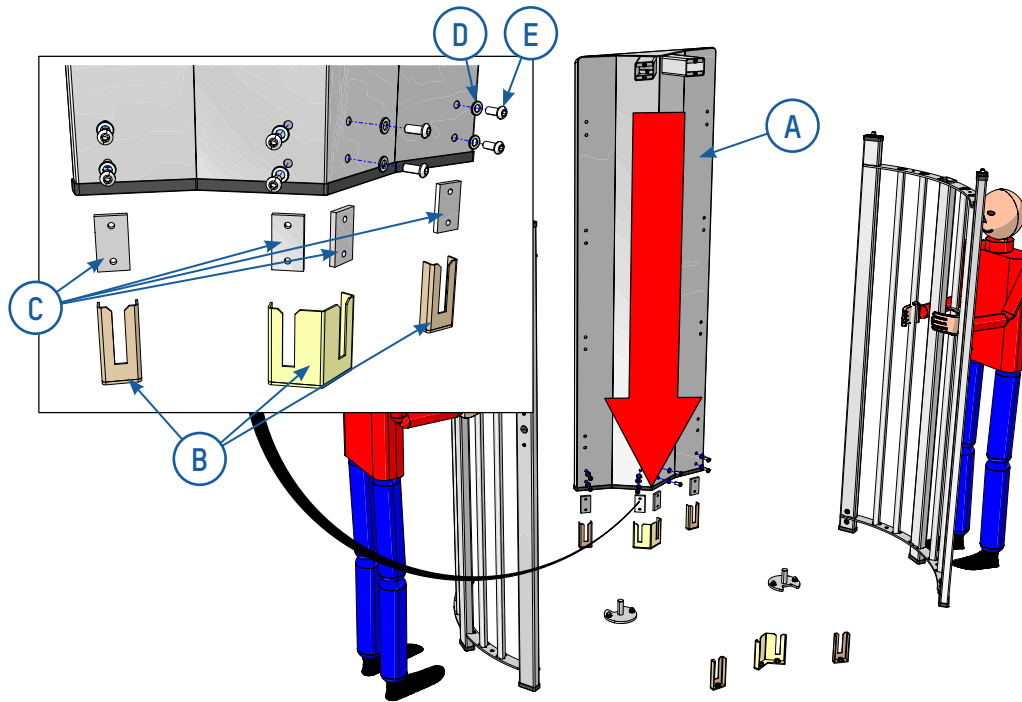

Fig. 20
Ta sedan bort mittsektionen (A) från motsvarande fästskenor (B) och håll den på plats, utan att dra åt, med hjälp av monteringsfästen (C), skruvar (E) och brickor (D). [⇒ Fig. 20]